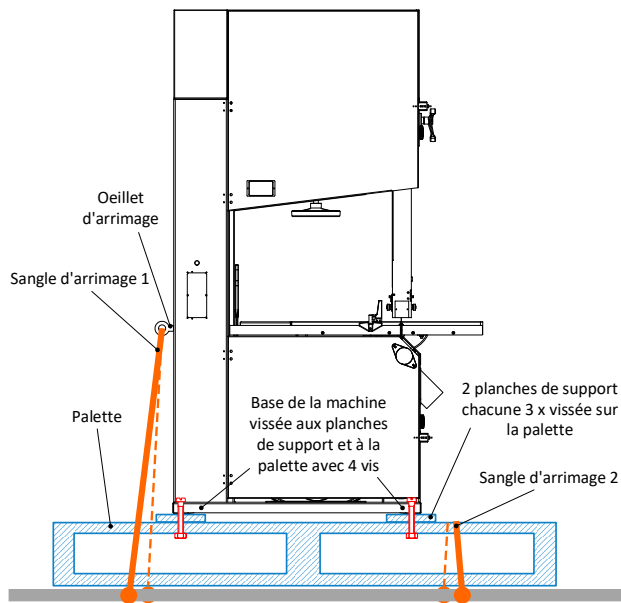

Figure 10 : arrimage RAPID 400 / 500 / 600
- A cet effet, il y a un œillet d'arrimage sur la colonne de la machine (à gauche) pour la sangle d'arrimage 1 (voir ⇨ Figure 10). La palette est directement arrimée avec la sangle 2.